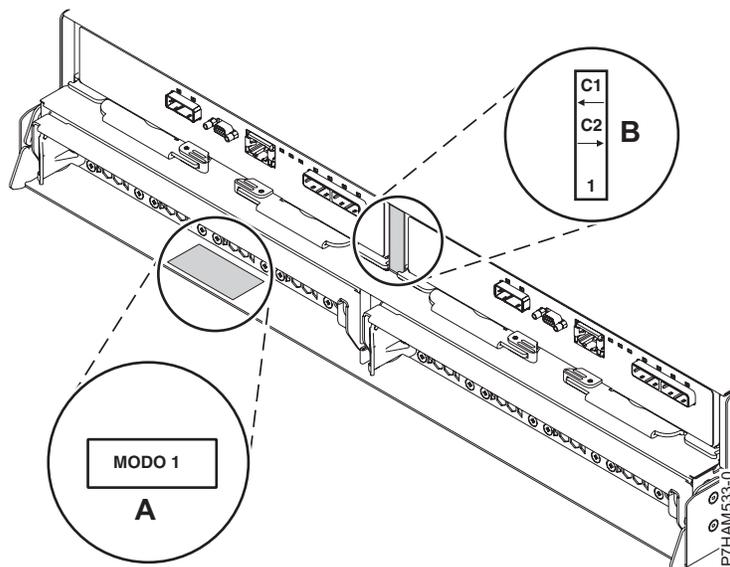

Figura 11. Ubicaciones de pegatinas de modalidad en la parte posterior del alojamiento de unidad de disco 5887
1. Confirme la modalidad establecida en fábrica del alojamiento de unidad de disco 5887 utilizando la información impresa en las pegatinas de la parte posterior del alojamiento. Las pegatinas están pegadas en la estantería inferior izquierda del chasis (A) y el soporte central entre los módulos del gestor de servicios de alojamiento (B). Las pegatinas indican si el alojamiento está establecido en modalidad 1, modalidad 2 o modalidad 4. Para obtener detalles, consulte la Figura 11.